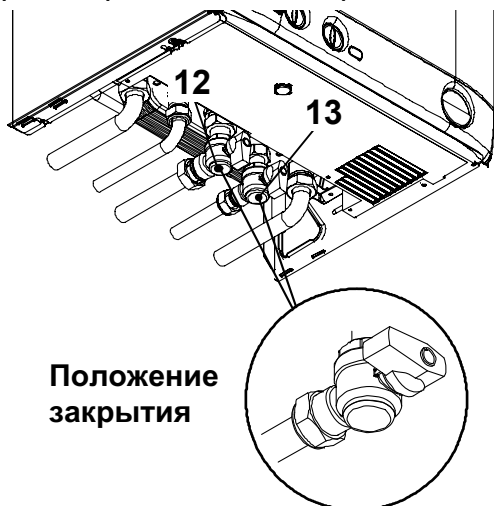

рис. 9.3
- Закройте кран подачи 13 в рис. 9.3 .